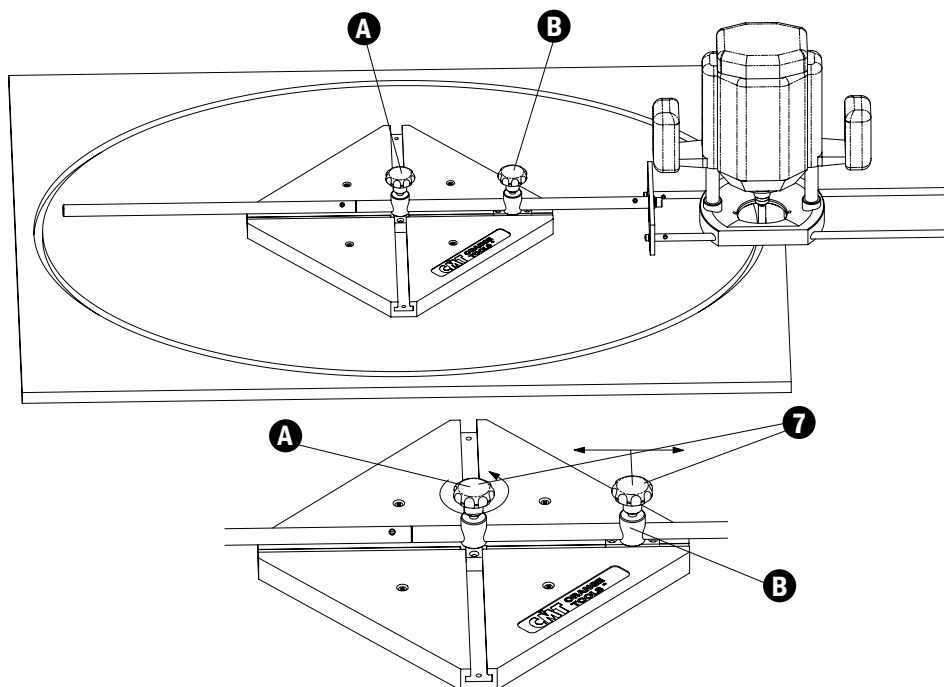

Fig. 6
**(Fig. 6)**Wanneer de schuifgeleider A in het midden staat van je ertalon plateau (1) (dit is de schuifgeleider die het verst van je machine verwijderd is) zoals (fig 6) kan je hiermede je grootste straal gaan instellen.